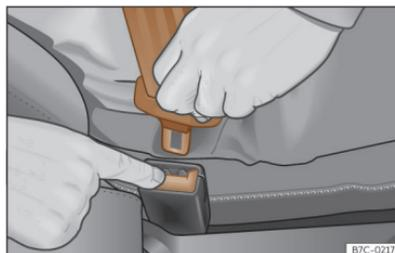

Abb. 24 Schlosszunge vom Gurtschloss lösen.
- Rote Taste im Gurtschloss drücken >>> (Abb. 24). Die Schlosszunge springt heraus.